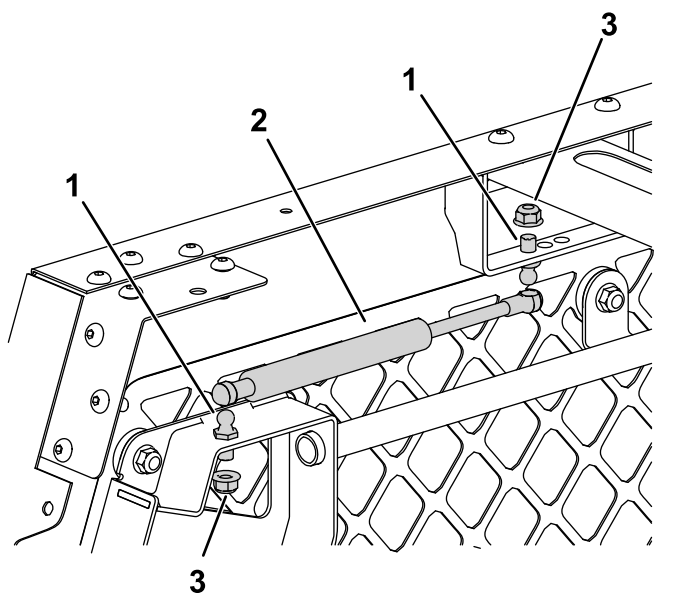

Figura 14
2. Utilizzate 2 prigionieri a sfera e 2 dadi flangiati (5/16") su ciascun lato per fissare le molle sui gruppi cabina dello sportello e nei fori più avanti del supporto (Figura 14).